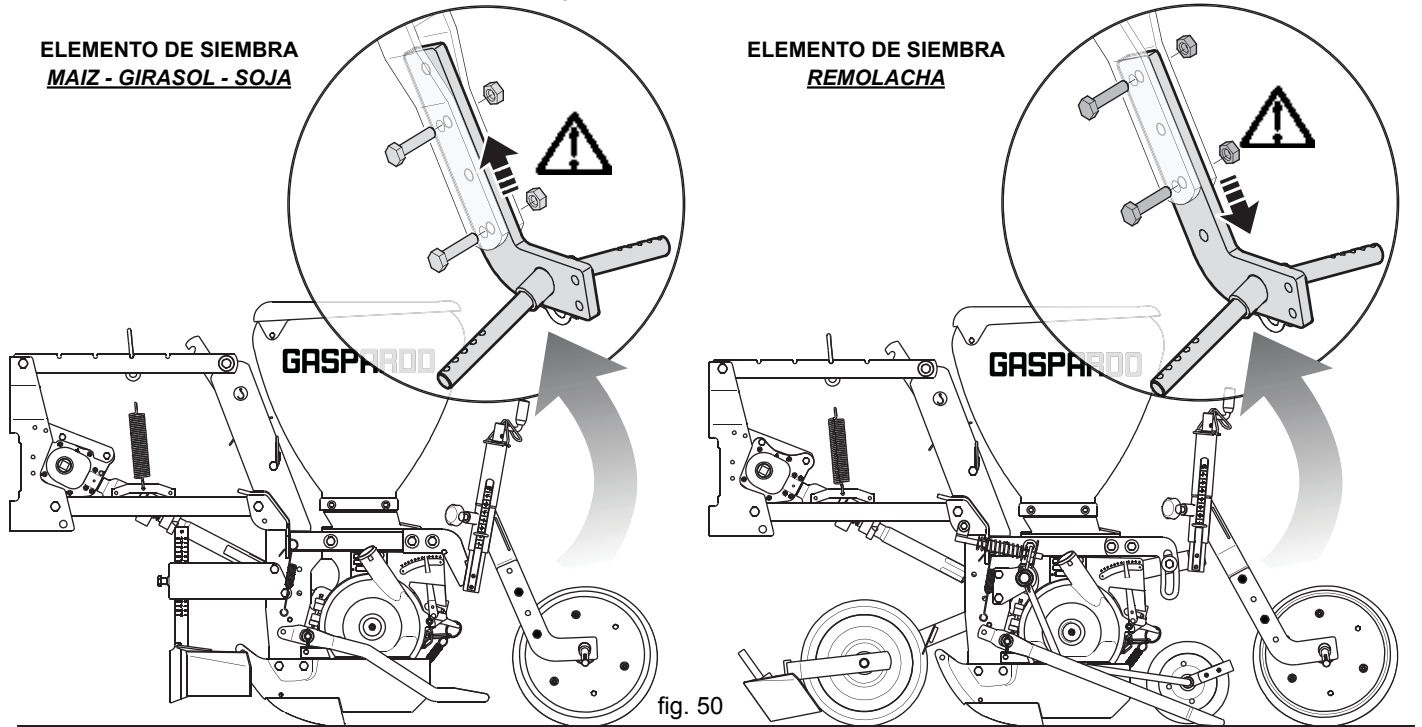

fig. 50
**MONTAJE DE LA RUEDA EN «V» DE CAUCHO (fig. 50)**